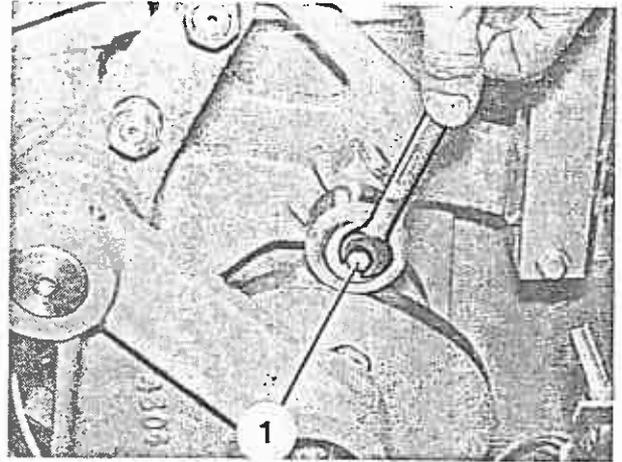

Bild 151
1. Befestigungsschraube (Bild 151/1) heraus-schrauben und Anlaufscheibe abnehmen.